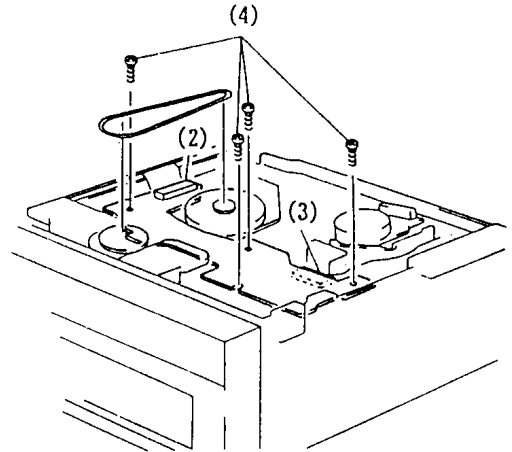

Abb. 4-12 Sensor-Leiterplatte
8. Sensor-Leiterplatte (Abb. 4-12)